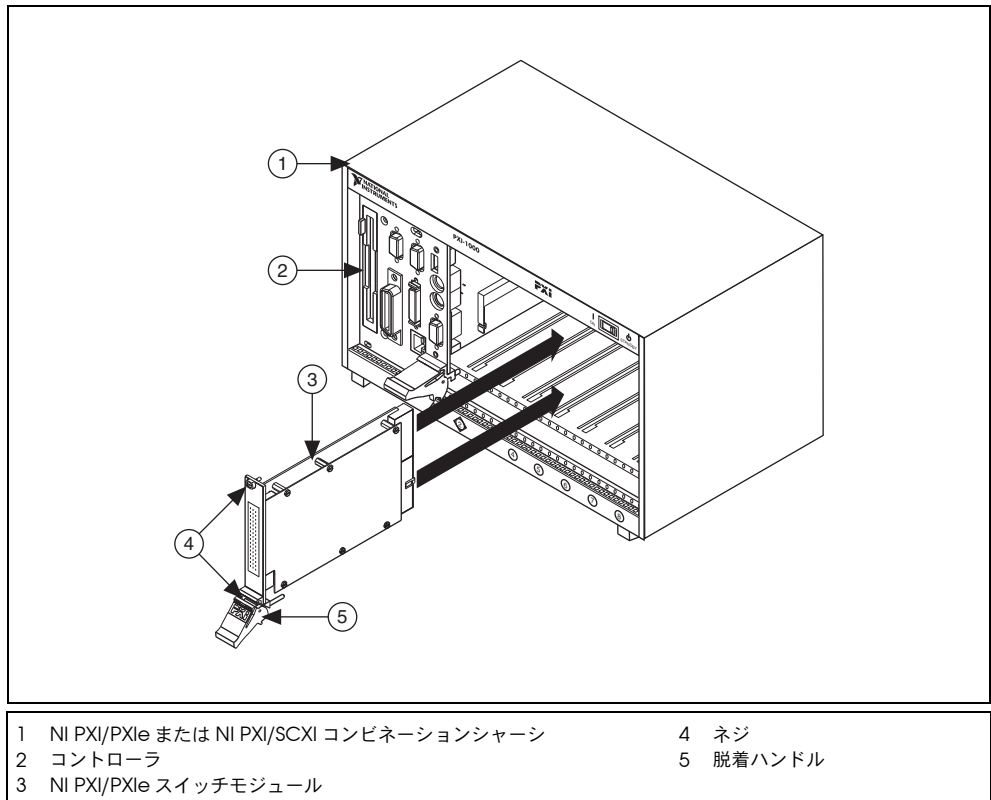

図 4 NI PXI/PXIe スイッチモジュールを取り付ける
NI PXI/PXIe スイッチモジュールを取り付けるには、図 4 を参照しながら、以下の手順に従ってください。
- 脱着ハンドルを持ち、空きスロットに挿入します。その際、図 4 に示すようにカードがシャーシのカードガイドにしっかり取り付けられていることを確認してください。